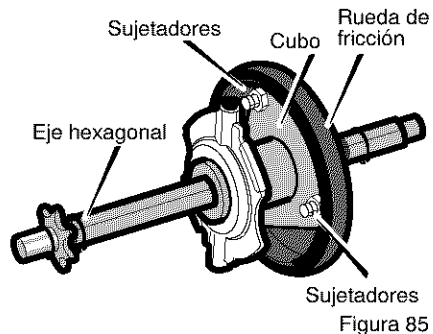

Figura 85
10. Quite los tres **sujetadores** que retienen la **rueda de fricción** en el **cubo** (consulte la Figura 85).